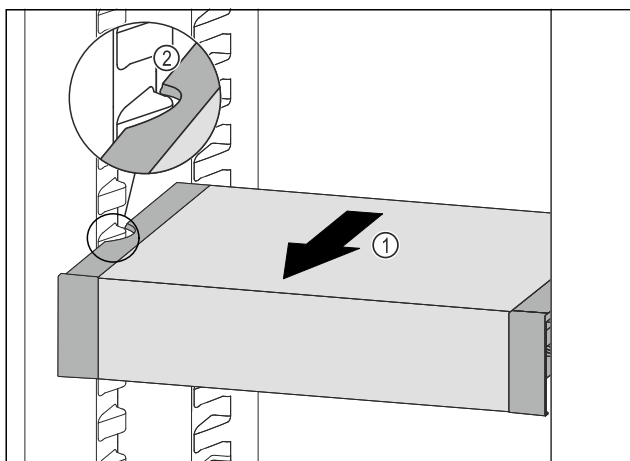

Fig. 116
- ▶ Изтеглете VarioSafe напред *Fig. 116 (1)*, докато страничните прорези на VarioSafe се намират на височината на реброто на съда в хладилната част. *Fig. 116 (2)*